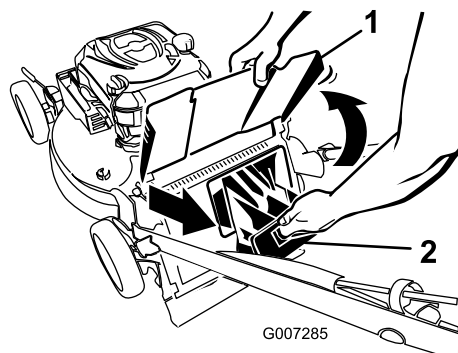

Figura 30
1. Sollevate il deflettore di scarico e tenetelo sollevato (Figura 30).
2. Estraete il coperchio di scarico posteriore (Figura 30).